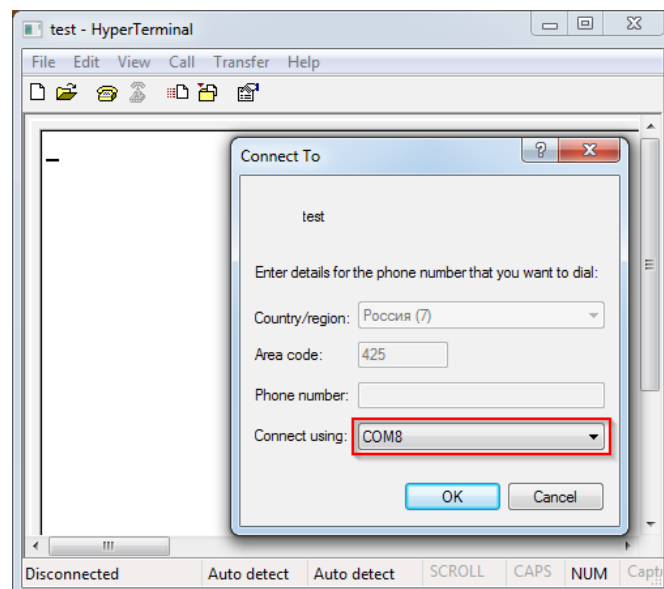

Рис.25. HyperTerminal. Выбор COM-порта.
3. Выберите номер COM-порта, к которому подключён модем, и нажмите “OK” (Рис.25).